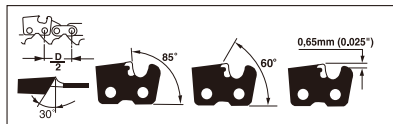

Fig. 21
**SLIPA KEDJAN** - Kedjans delning (Fig. 21) är  $3/8''$  LoPro x  $0,050''$ . Slipa kedjan med skyddshandskar och en  $\varnothing 5/32''$  (4 mm) rundfil.
Slipa alltid skärtänderna med utåtrörelse (Fig. 22) och iaktta måtten i Fig. 21.